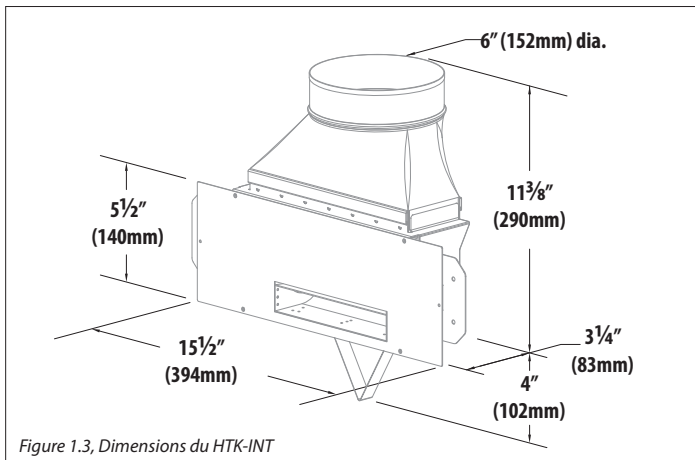

Figure 1.3, Dimensions du HTK-INT
- La Figure 1.3 montre la dimension de la boîte de sortie d'air fixée au raccord de conduit.